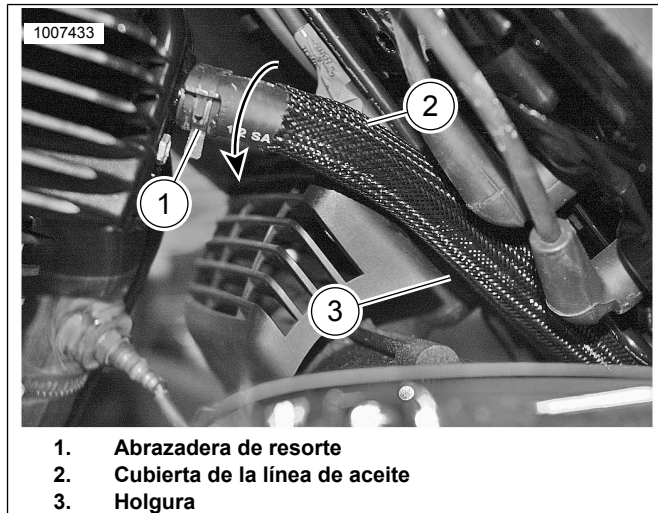

Figura 3. Cubierta de la línea de aceite trasera
- a. Ver Figura 3 . Vuelva a colocar el enchufe del cable(s), si es necesario.
- b. Libere la abrazadera de resorte de la manguera de la línea de aceite superior (1) y retire la manguera de la línea de aceite superior solo desde el cabezal.
- c. Retire la abrazadera de resorte de la manguera de la línea de aceite (1) de la manguera.
- d. Inserte la cubierta sobre la manguera de la línea de aceite trasera (2). Coloque la cubierta 25,4 mm (1 in) de la abrazadera de resorte en la manguera de la línea de aceite trasera.
- f. Con la abrazadera de resorte suelta, gire la manguera para obtener el máximo espacio entre la carcasa del ventilador y la cubierta de la manguera de la línea de aceite (3).